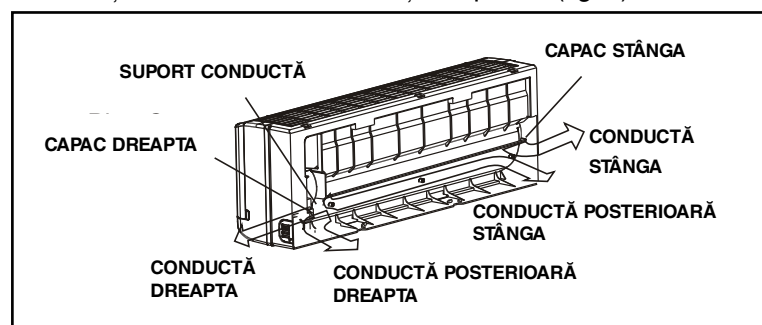

fig.4
1. Scoateți de pe panoul lateral capacul pus pentru a proteja tubulatura (pe latura dreaptă sau stângă, în funcție de direcția în care se îndreaptă tubulatura); fig. 4.